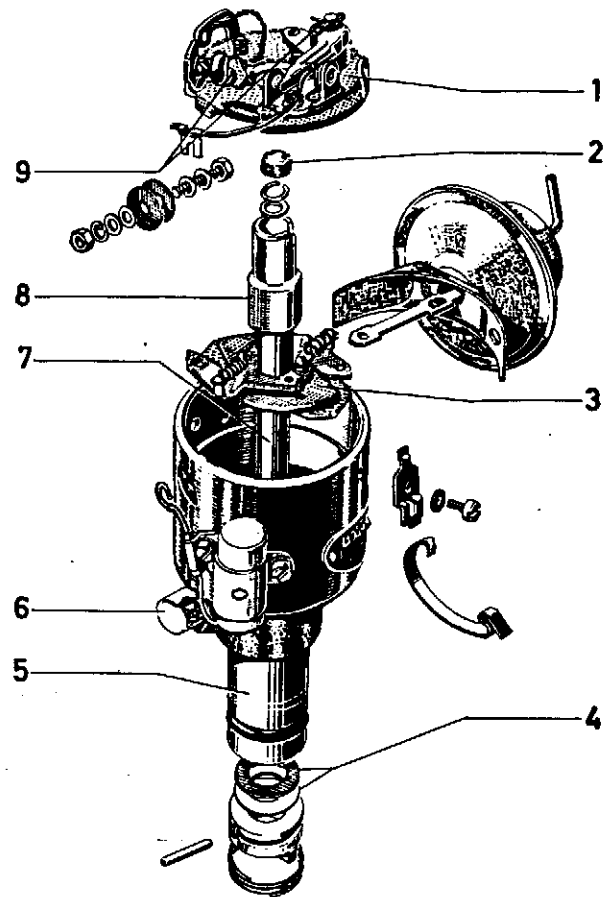

Abb. 109 Schmierplan für Zündverteiler
1. Teile des Zündverteilers nach den Anweisungen auf Abb. 109 schmieren.
4. Zündverteiler nach den Anweisungen auf Abb. 109 schmieren.